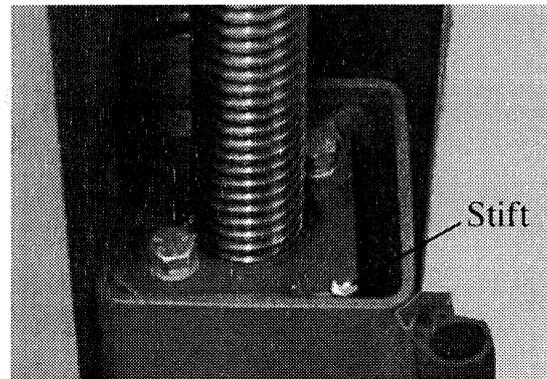
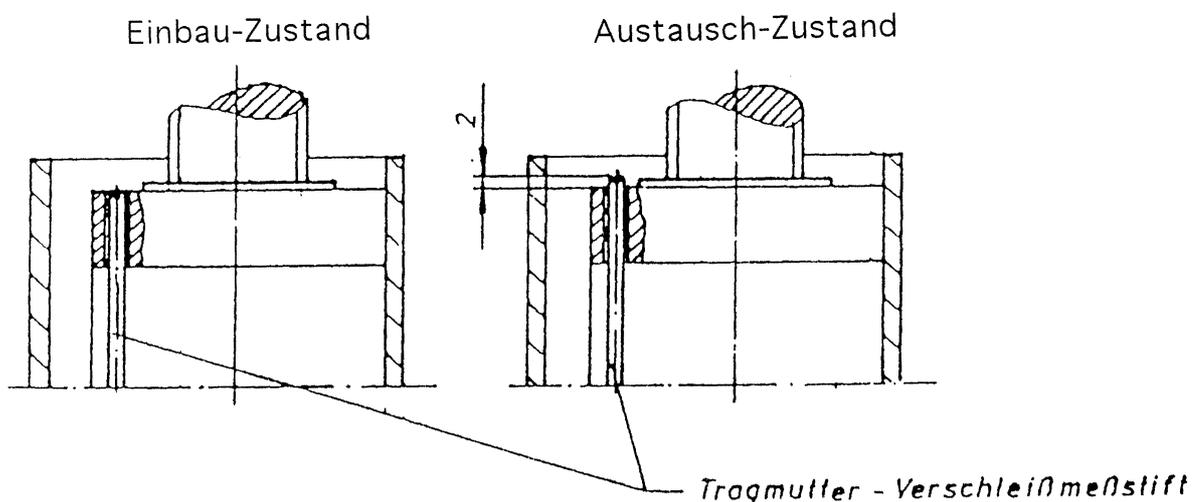

Bild 10: Hubschlitten mit Stift
Bild 11: Tragmutter
- Tragmutter (Optische Verschleißmessung): Zur Überprüfung der Tragmutter wird zunächst die Abdeckung vor der Hubspindel entfernt. In der Tragplatte ist ein Stift eingebaut (siehe **Bild 10**). Dieser muß mit der Oberkante der Tragplatte (im Hubschlitten oben) bündig sein (Einbau-Zustand siehe **Bild 11**). Schaut nun der Stift bei der jährlichen Prüfung 2 mm nach oben heraus (Austausch-Zustand siehe **Bild 10**), so muß die Tragmutter zusammen mit der Folgemutter ausgetauscht werden.